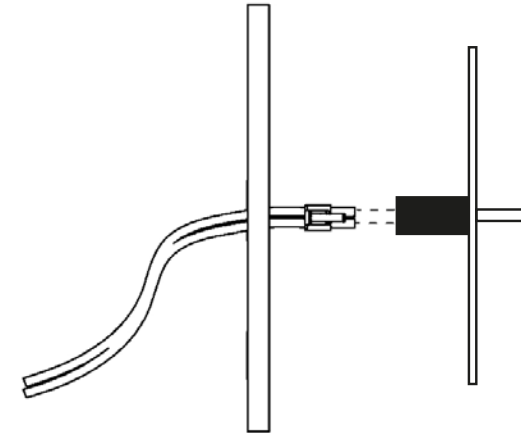

Abb. 2 Durchführen und Verbinden der Kommunikationsleitung
3. Führen Sie anschließend die Kommunikationsleitung durch die Öffnung (Abb. 2) und verbinden Sie den Stecker mit dem Bedienteil.